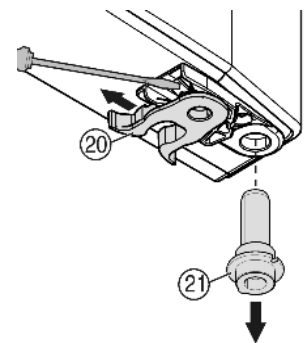

Fig. 9
- ▶ Преместване на пружинната скоба Fig. 9 (20): Натиснете надолу фиксиращия палец, изтеглете пружинната скоба над него.
- ▶ Извадете лагерните болтове Fig. 9 (21) от втулката на вратата и заедно с шайбата ги поставете от срещуположната страна. Фиксиращият палец трябва да сочи към вътрешната страна на вратата, резката - към външната част.
- ▶ Завъртете вратата навътре откъм долната страна и поставете лагерния болт Fig. 9 (21) в лагерната опора. При нужда завъртете лагерния болт, за да може той да се фиксира.